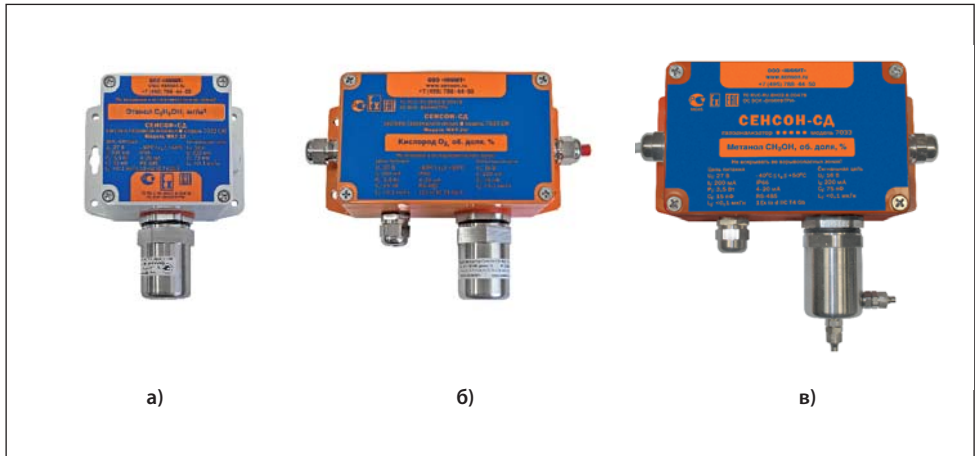

Рис.1. ГС "Сенсон-СД-СМ": модели 7032 (а), 7033 (б) и 7033-01 (в)
- Модели ГС "Сенсон-СД-СМ" различаются типом корпуса и видом пробоотбора (табл. 3, рис.1, 2).